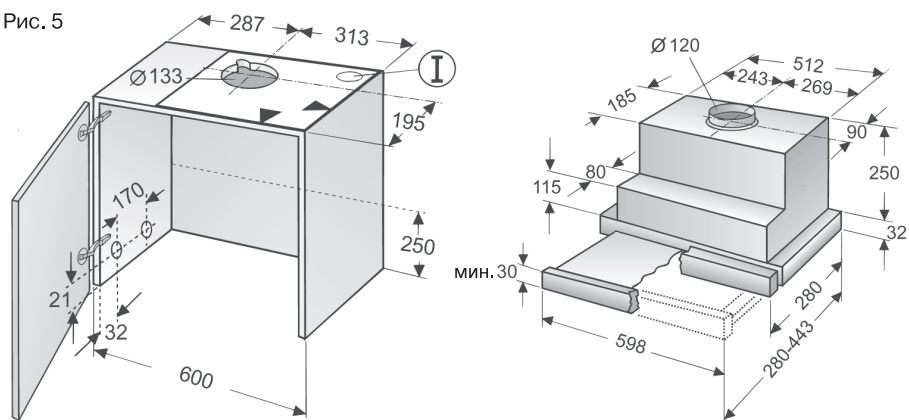

Рис. 8
Эта вытяжка предусмотрена для установки в основной шкаф со следующими размерами (рис. 8):
2. Наметьте на внутренних стенках шкафа справа и слева по две точки – места, где будет крепиться вытяжка (рис. 8). Сверлить: диаметр 2 мм, глубина макс. 10 мм.
- Для того, чтобы наметить места крепления вытяжки, воспользуйтесь прилагаемым шаблоном II (рис. 8).
- Места крепления вытяжки на шаблоне рассчитаны таким образом, чтобы можно было установить на корпусе планку с ручкой толщиной 20 мм (рис. 8).
Для этого шаблон II соответственно сдвиньте назад (рис. 8).